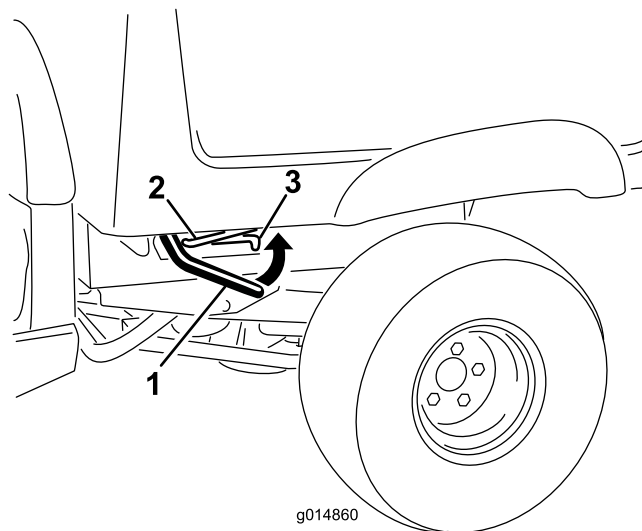

Bild 14
2. Heben Sie den Hebel an beiden Seiten der Ladepritsche an und heben Sie die Ladepritsche an (Bild 14).
3. Ziehen Sie die Stützstange in die Auskerbung, um die Staubbox zu befestigen (Bild 14).